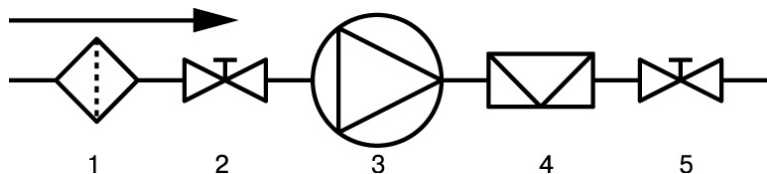

Рис. 1
Перед насосом рекомендуется установить фильтр грубой очистки (1) для обеспечения безопасной работы насоса во время всего его срока эксплуатации (Рис. 1). Сам насос (3) и датчик протока (4) должны быть смонтированы в легкодоступном для обслуживания месте. Запорная арматура (2, 5) устанавливается до и после насоса. Насос должен быть установлен таким образом, чтобы вал электродвигателя находился в горизонтальном положении. Направление движения воды должно соответствовать указанному на корпусе насоса и датчике протока.